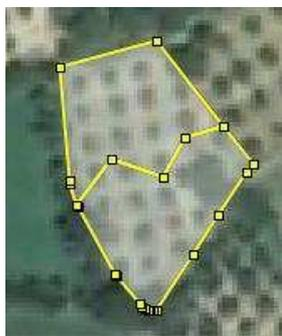

Fig. 161
- **Insertar nodo** : con esta herramienta creamos nodos en la polilínea con el fin de ajustar la línea que divide el subrecinto creado (Fig. 161).